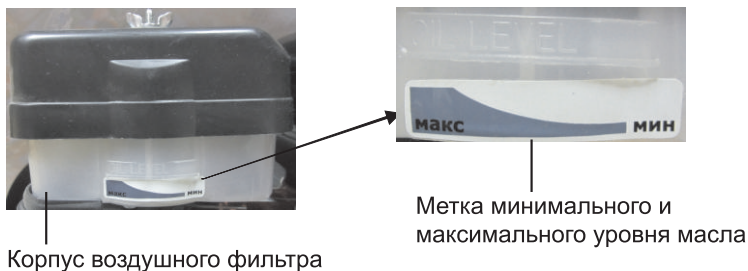

Рис. 25 Корпус воздушного фильтра
4. Пропитайте фильтрующий элемент небольшим количеством масла. В масляную ванну воздушного фильтра залейте моторное масло до верхней метки «МАКС» (рис. 25). Заливать масло выше метки «МАКС» недопустимо.